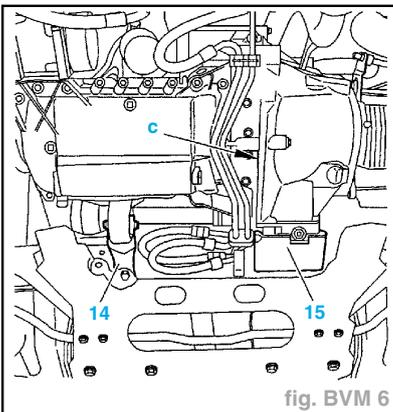

fig. BVM 6
- la biellette anticouple (14) (fig. BVM 6),
- l'absorbeur de chocs (15),